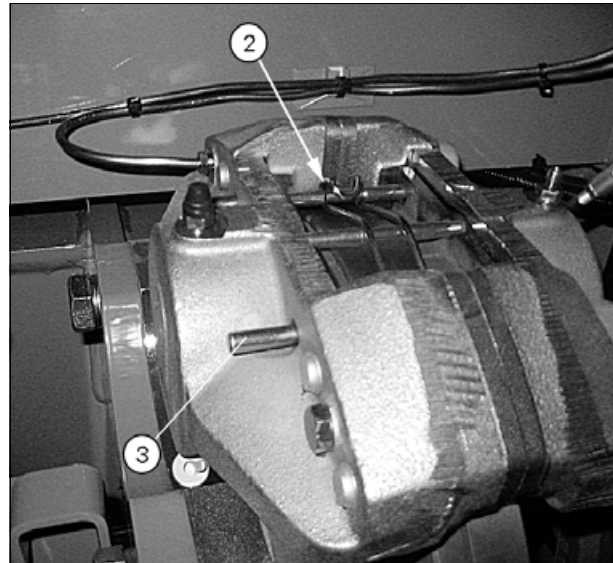

Рис. 1.
6. Вытащите пружину, фиксирующую стопорные штифты (3) *рис. 1*, из канавки стопорного штифта.